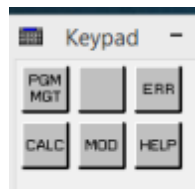

Рисунок 1.15 – Розташування клавiші **MOD** на клавіатурі
1. Після перезавантаження програми натиснути **MOD** ( рис.1.15).